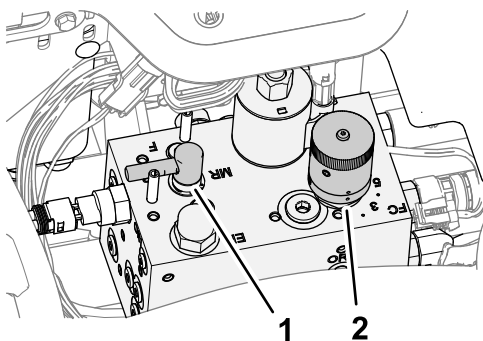

Bild 90
4. Drehen Sie den Läpphebel in die R-Stellung (Bild 90).